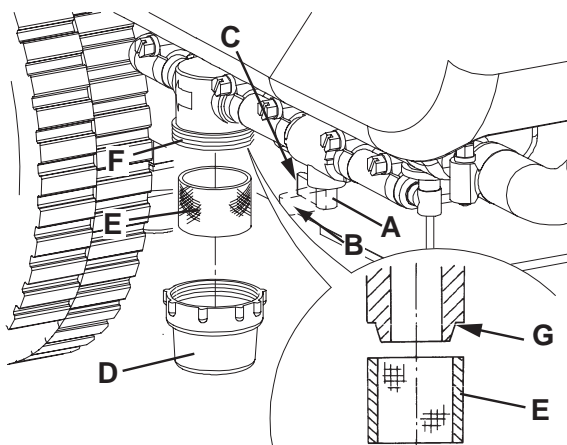

Figure 8
3. Fermer le robinet (A, Fig. 8) de la solution situé dessous la machine, derrière la roue arrière droite. Le robinet (A) est fermé quand il se trouve dans la position (B) par rapport aux tuyaux ; il est ouvert quand il se trouve dans la position (C).
4. Déposer le couvercle transparent (D), puis déposer le filet filtrant (E). Les nettoyer et les reposer sur le support (F).